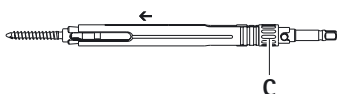

Fig. 5
- Inserire la bussola esterna **A** in direzione della vite transpeduncolare e con la vite di arresto **C** fissare la vite transpeduncolare nella camicia di arresto **2**, vedere Fig. 5.